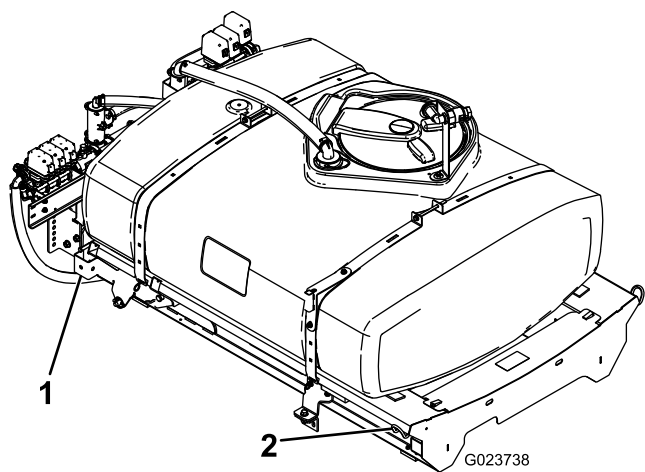

Рисунок 9
- Используя подъемное устройство, поднимите раму бака в сборе (Рисунок 9) и расположите ее поверх рамы автомобиля так, чтобы насос и клапан в сборе были направлены назад.